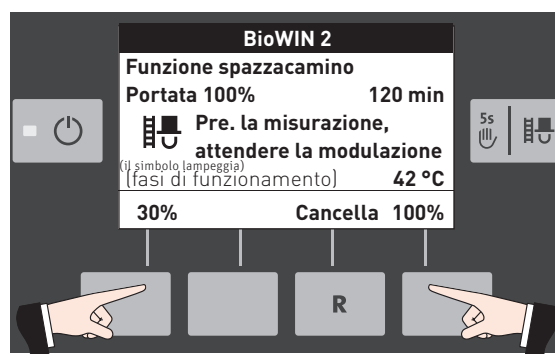

Fig. 19
- Premendo il rispettivo tasto, la caldaia può funzionare con portata al 30% o al 100% – Fig. 19.